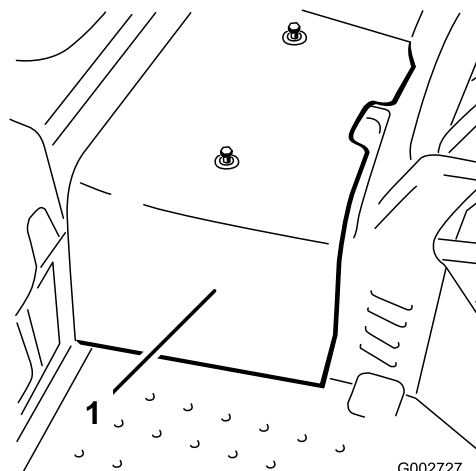

图 33
2. 拧掉将中央护罩固定到机器的 2 个螺丝然后取下护罩图 33。